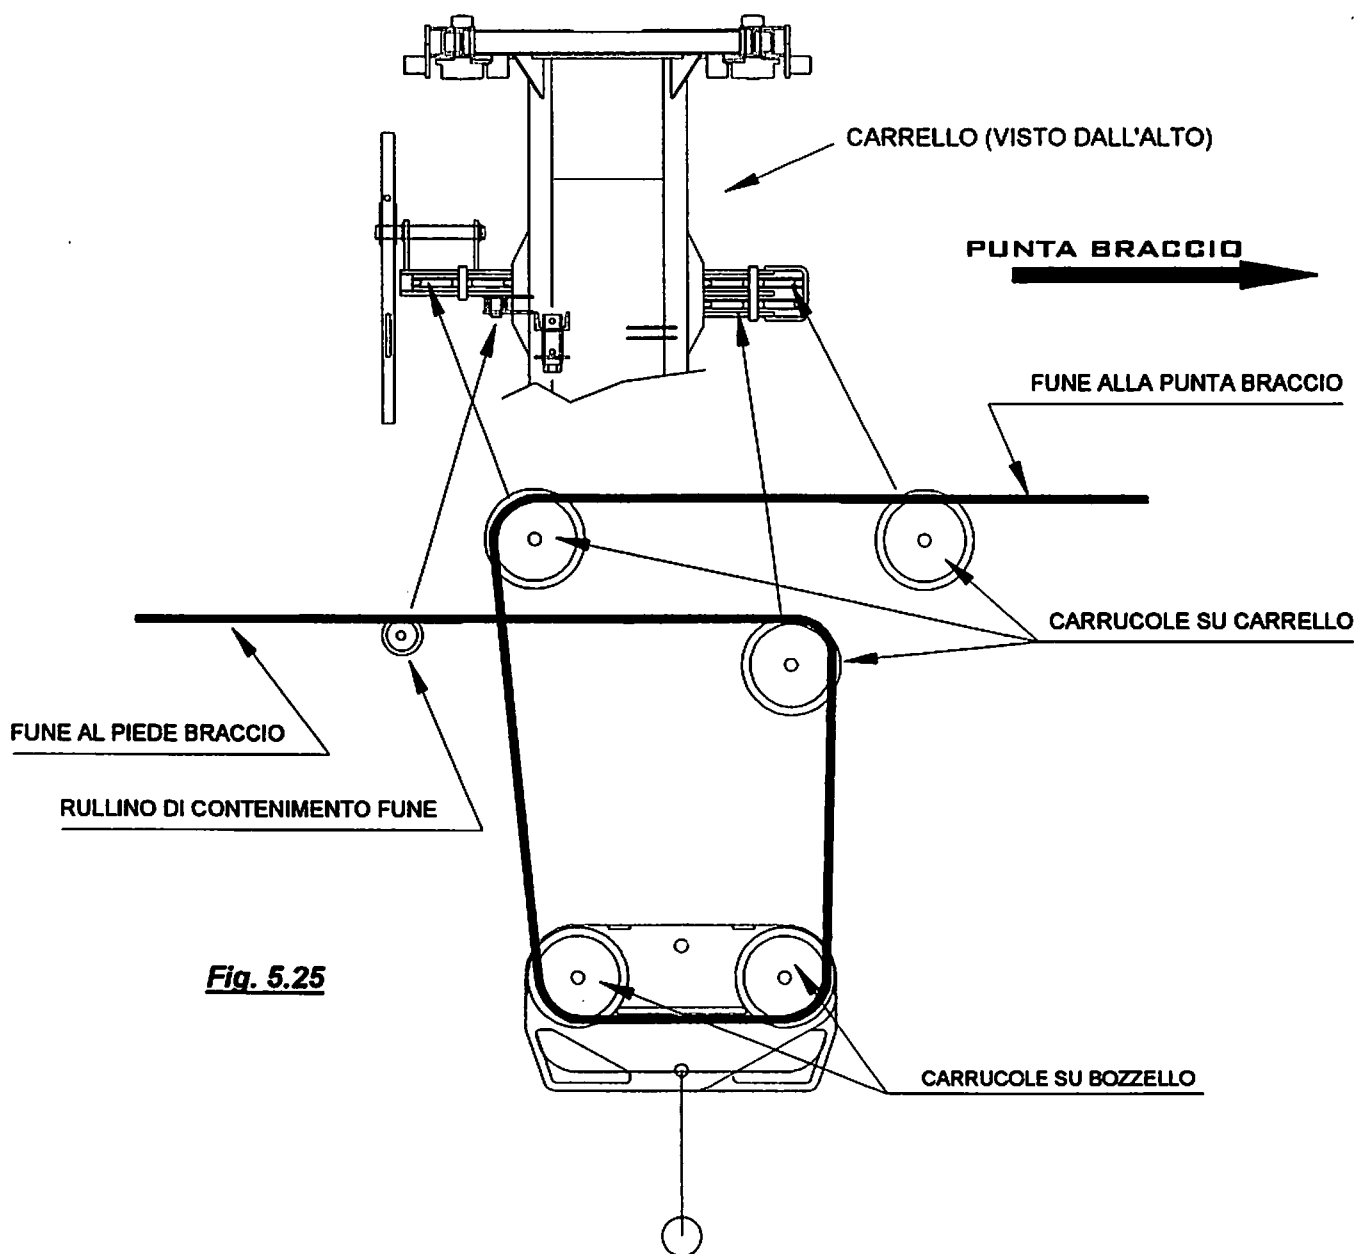
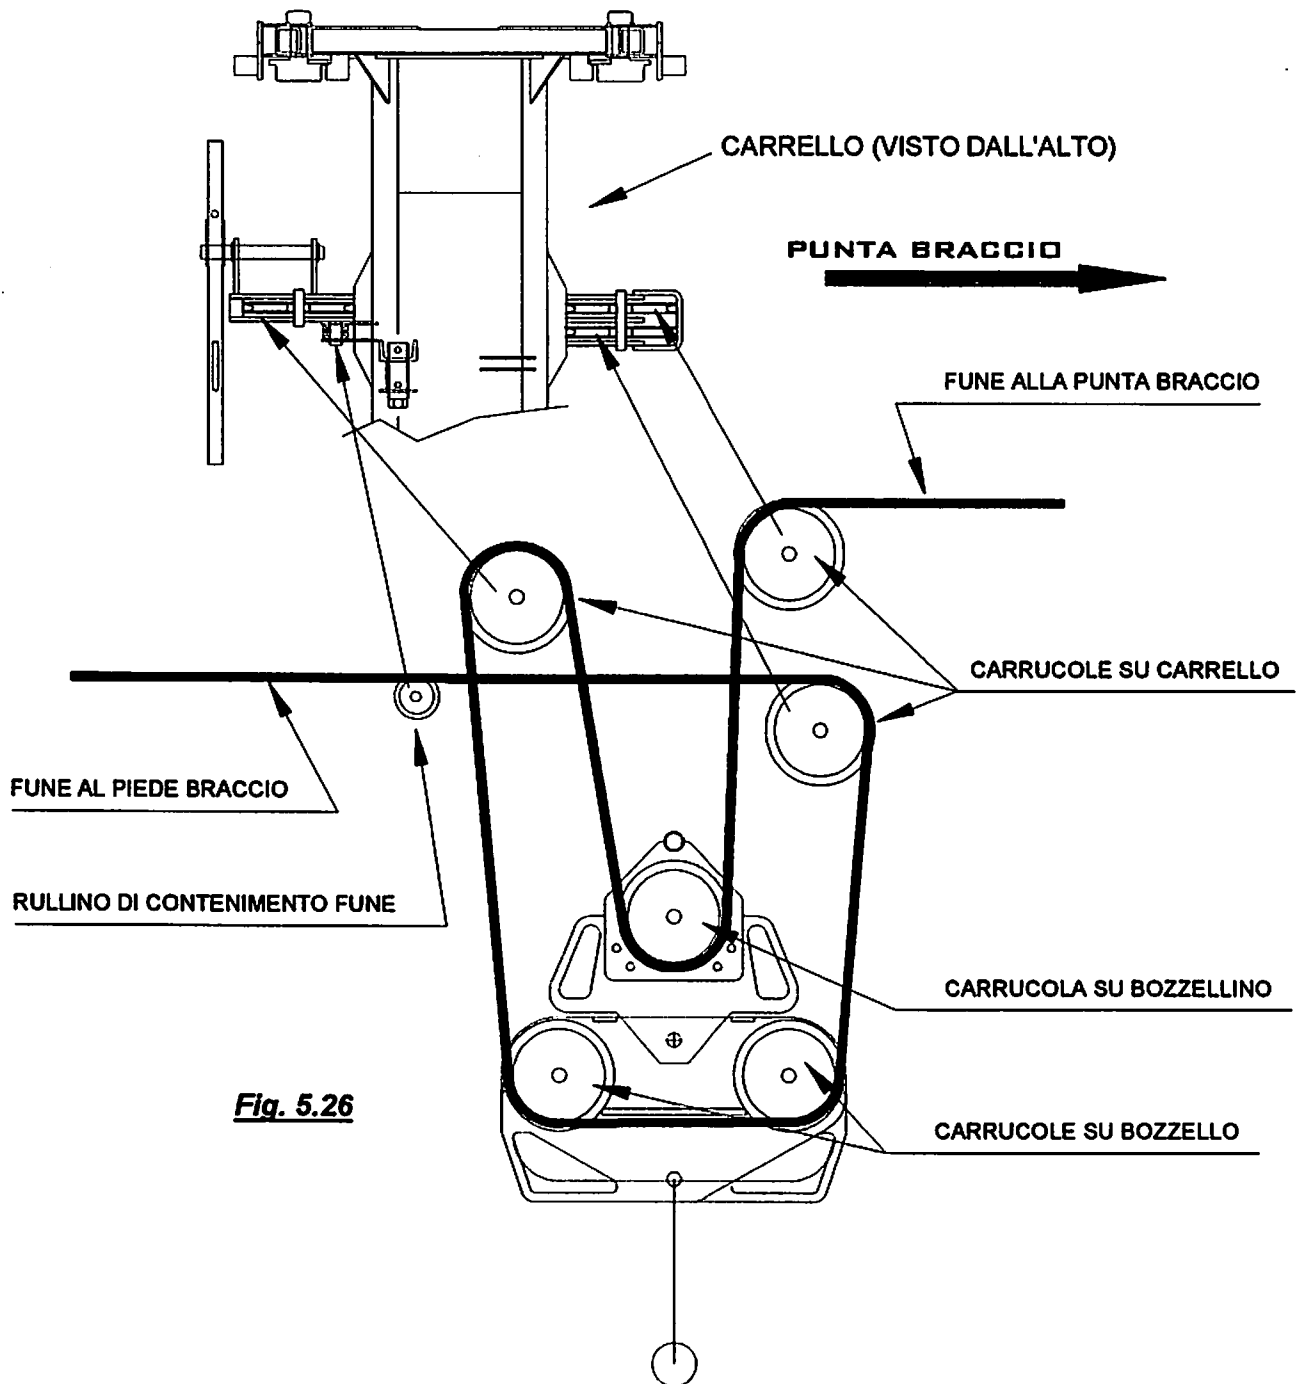

Fig. 5.25
Fig. 5.26
- ◆ I due schemi sono riportati nelle pagine seguenti e fanno riferimento alla macchina con bozzello per tiro con 2 rami di fune e portata max. pari a 3000 Kg (tiro in II - vedi Fig. 5.25), oppure alla macchina con bozzello per tiro con 4 rami di fune e portata max. pari a 6000 Kg (tiro in IV - vedi Fig. 5.26).